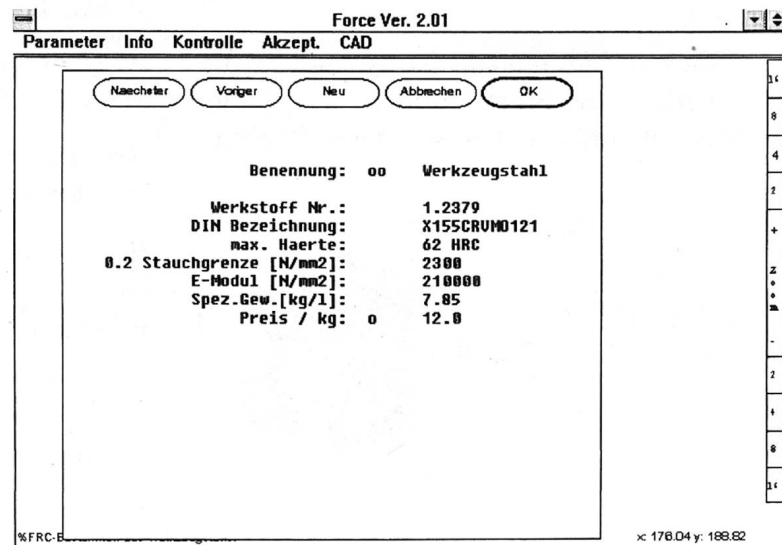

Abb. 4
- E-Modul und 0.2% Stauchgrenze des Werkzeugstoffes (Abb. 4).